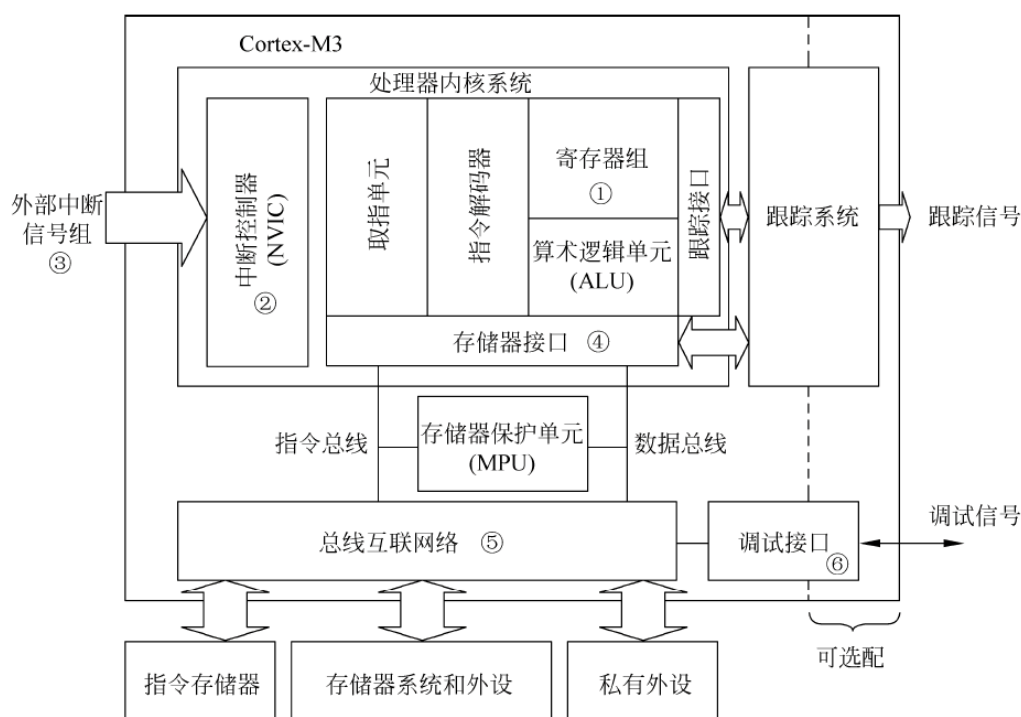

图 2.1 Cortex-M3 的内核架构简化框图
Cortex-M3 的内核架构的简化框图如图 2.1 所示,下面主要关注架构图中标了序号的模块:寄存器组、NVIC、中断和异常、存储器映射、总线接口、调试支持。
### 1. 寄存器组(图 2.1 中标号①)
## 2. NVIC 嵌套向量中断控制器(图 2.1 中标号②)
## 3. 外部中断信号组(图 2.1 中标号③)
## 4. 存储器接口(图 2.1 中标号④)
## 5. 总线互连网络(图 2.1 中标号⑤)
(1) 用于访问指令存储器的总线: 有两条代码存储区总线负责对代码存储区的访问, 分别是 I-Code 总线和 D-Code 总线。前者用于取指, 后者用于查表等操作。
(2) 用于访问存储器和外设的系统总线, 覆盖的区域包含 SRAM、片上外设、片外 RAM、片外扩展设备以及系统级存储区的部分空间。
(3) 用于访问私有外设的总线,负责一部分私有外设的访问,主要是访问调试组件。它们也在系统级存储区。
#### 6. 调试接口(图 2.1 中标号⑥)